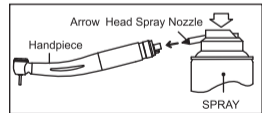

Fig. 17
- 1) ① Direct-Connect Type: Fjern håndstykket fra slangen.
② Hurtigkoblingstype: Koble håndtaket fra hurtigkoblingen.
- 3) Monter spissdysen i sprayboksporten (fig.17).